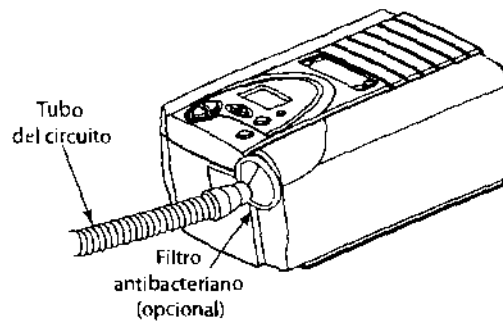

Figura 5-2 Conexión del tubo a la salida
1. Conecte un extremo del tubo del circuito a la salida del filtro antibacteriano (en caso de que utilice uno) y conecte la entrada del filtro antibacteriano al conector de mayor tamaño en el dispositivo, tal como se ilustra en la figura 5-2.